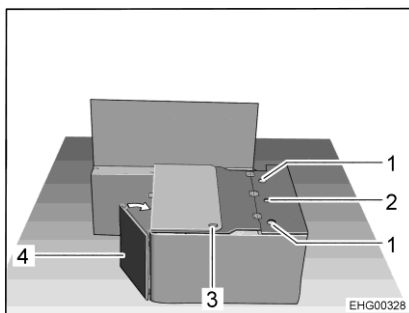

Fig. 21 Pendant la transformation
- Faire pivoter la paroi avant du coffre de banquette (Fig. 21,4) en direction de la paroi latérale.
- Faire passer la ceinture de sécurité avec boucle de fermeture à travers l'ouverture (Fig. 21,3) du couvercle du coffre de banquette.
- Emboîter le dossier du siège emboîtable dans les fixations latérales (Fig. 21,1) et serrer à la main la vis à poignée étoile dans la fixation du milieu (Fig. 21,2).